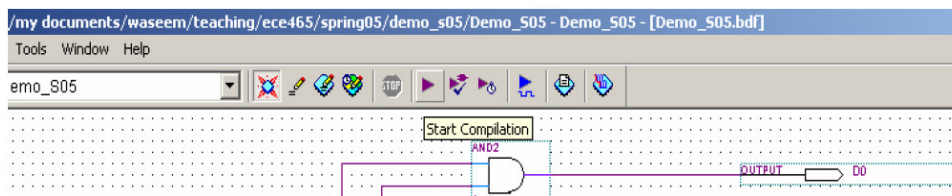

Figura 4.1 Botão de compilação na barra de ferramentas
1. Com o projeto aberto, no caso do decodificador, escolher na barra de ferramentas a opção “**Tools**”, depois “**Compiler Tool**” e “**Start**” ou simplesmente na barra de ferramentas o botão , como mostra a Figura 4.1.